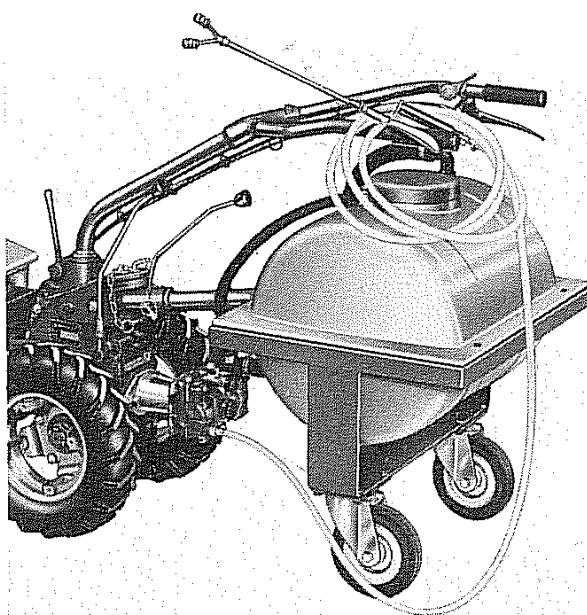

Fig. 32 - Gruppo irrorante con lancia a leva
- Lancia a leva a bassa pressione con biforca completa di m. 10 tubo in plastica come in fig. 32 (per pompa AR15) oppure lancia a leva con m. 10 di tubo in gomma (per pompa AR30).